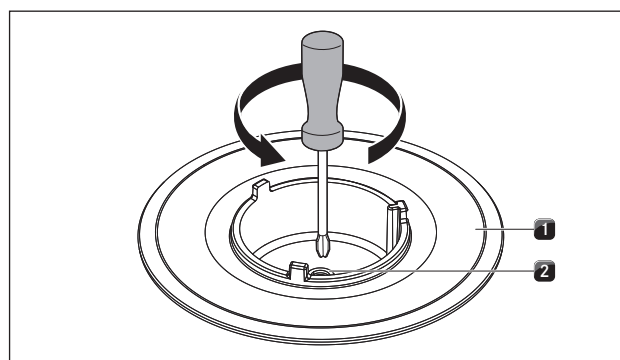

рис. 4.46 Горелка конфорки с форсункой газовой горелки
- ▶ Наклейте входящие в комплект поставки заводские таблички комплекта форсунок на соответствующем месте над заводской табличкой комплекта форсунок, находящейся на нижней стороне варочной панели (см. Рис. 4.46), а также на предпоследней странице руководства по эксплуатации.